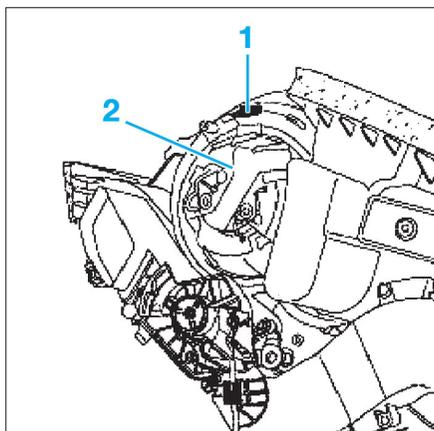

Fig. 19
- Appuyer sur la languette (1) (Fig.19) et tourner 1/4 de tour le motoventilateur dans le sens horaire.